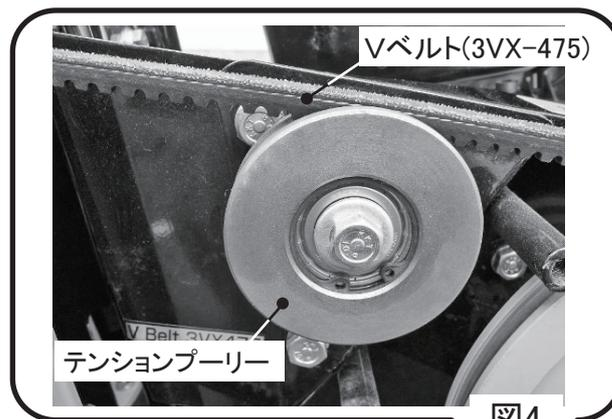
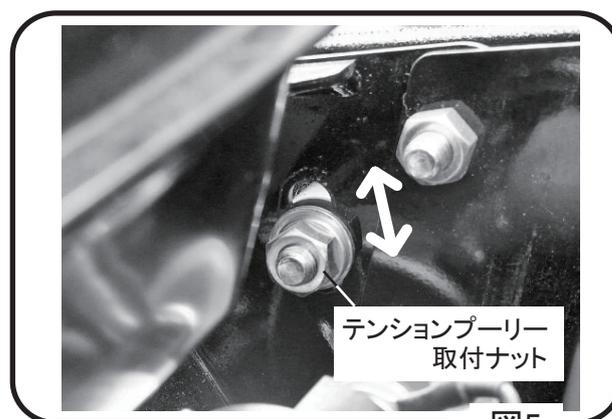

図4
図5
- C テンションプーリーの取付ボルトをゆるめます。ボルトは長穴に取り付けていますので、プーリー自体を上下に動かして調整してから、ボルトを締め付けてください。(図4, 図5)